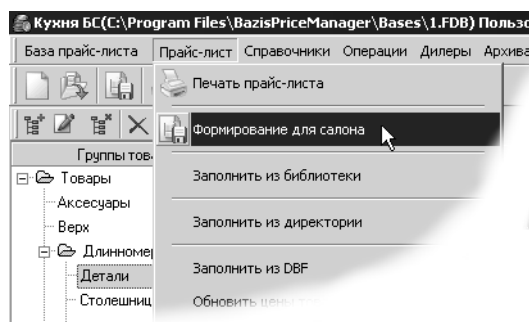

Рис. 1.
- ▼ Вызвать команду **Формирование для салона** (рис. 1).